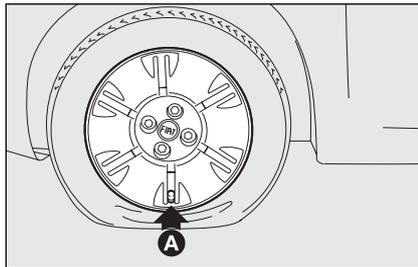

fig. 13
- posizionare la ruota per l'intervento con la valvola **A-fig. 13** rivolta come illustrato in figura dopodiché azionare il freno a mano;